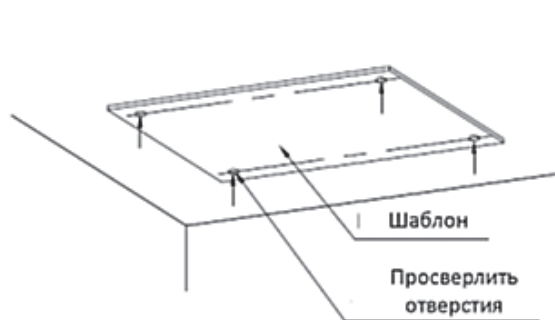

Рис. 5
- (1) При помощи монтажного шаблона просверлить отверстия под болты (4 шт.). (рис. 5)